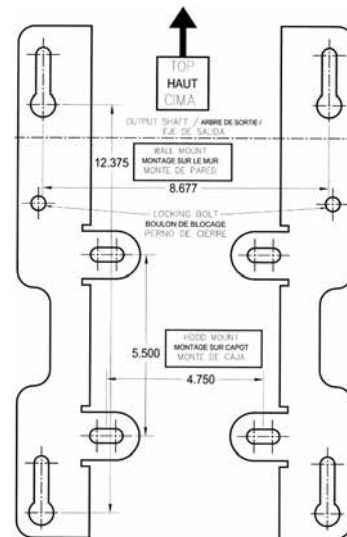

Figura 6 - Agujeros de montaje Opera
2. Localizar los 4 agujeros de montaje (Figura 6).